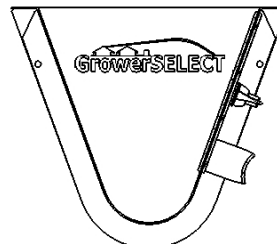

Figura 4
4. Mantener plato de acceso en su lugar cuando se esten apretando las tuercas (tuercas palomillas/aspas). (Figura 4).